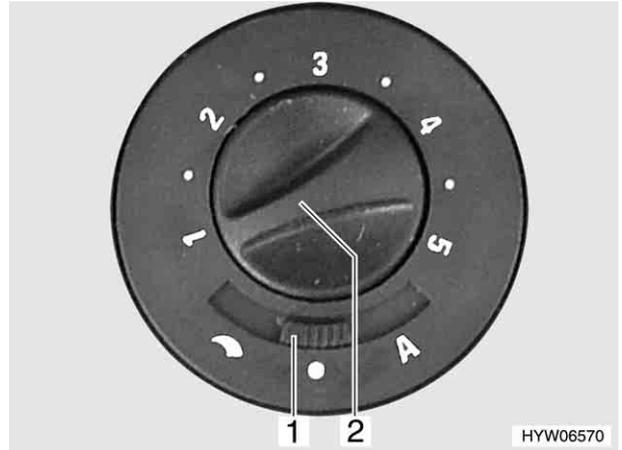

Bild 105 Bedienschalter für Umluftgebläse
- Mit dem Schiebeschalter (Bild 105,1) die gewünschte Betriebsart einstellen.
- Mit dem Drehknopf (Bild 105,2) die gewünschte Leistung des Umluftgebläses einstellen (Handregelung) oder begrenzen (Automatikbetrieb).